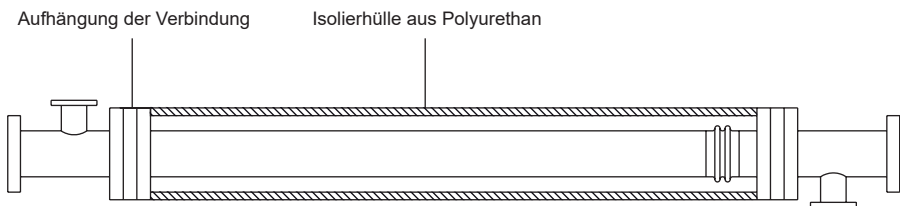

Abb. 9
4.9 Abbildung 9 veranschaulicht die möglichen Anschlüsse der Rohre. Es ist auch zulässig, große gebogene Rohre oder flexible Verbindungen zu verwenden.
4.10 Um den Kompensator vor äußerer Beschädigung zu schützen und den Energieverbrauch zu optimieren, ist es ratsam, eine Isolierhülle aus Polyurethan zu verwenden, wie in Abbildung 9 dargestellt.